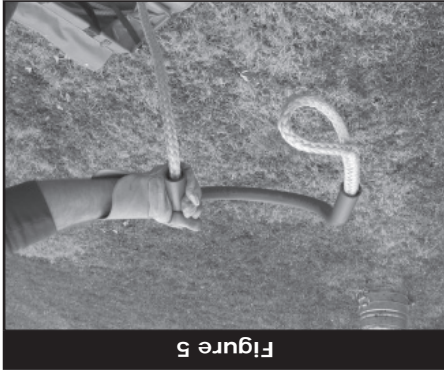

Figure 5
Étape 1. Faites passer la corde d'assurance verticale par le tube d'ancrage : Faites passer l'extrémité glissante de la corde d'assurance verticale par le tube d'ancrage jusqu'à ce que l'épaisseur rentre complètement dans le corps du tube (Figure 5). Vous pouvez faire passer la corde dans le tube d'ancrage dans les deux sens afin que le tube et la corde passent facilement au-dessus et autour des points d'ancrage.